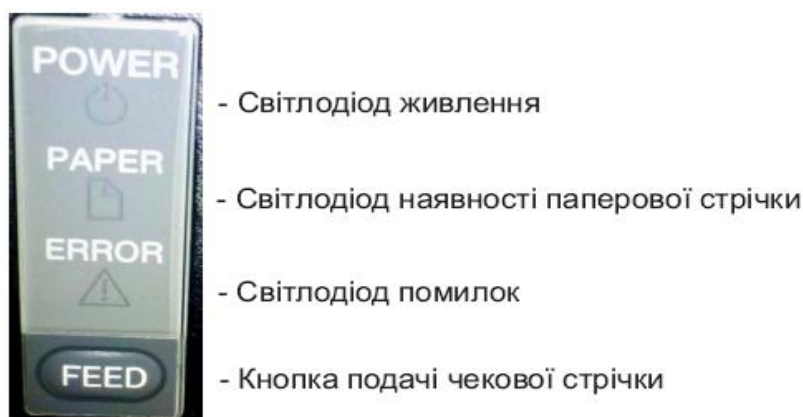

Рисунок 3
- Увімкнути блок живлення в електричну мережу і натиснути вимикач живлення на корпусі ЕККР. Після цього ввімкнуться світлодіод живлення (рисунок 3) і підсвічування індикатора, та виконається самотестування реєстратора. ЕККР готовий до роботи після появи на індикаторі клієнта початкової суми. У разі якщо ЕККР видає звуковий сигнал помилки, необхідно вимкнути його живлення та перевірити: